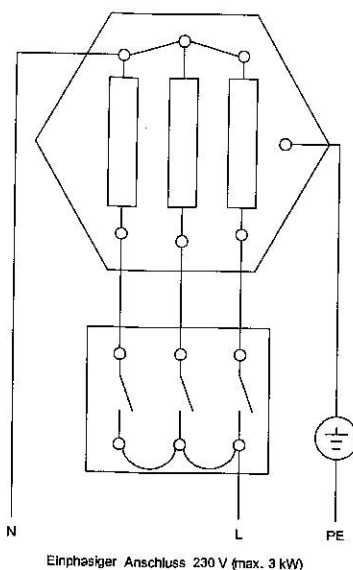

Bild 2
6. Die Einschraubheizkörper serienmäßig dreiphasig 3 - 400 Volt in Sternschaltung geschaltet und für Direktsteuerung ausgelegt. Der Sternpunkt darf nicht mit dem Schutzleiter verbunden sein. Bei Leistungen bis 3 kW ist auch ein einphasiger Anschluss mit Direktsteuerung für 230 Volt möglich, wobei der Heizkörper gemäß Bild 2 verschaltet werden muss. Hierzu ist die am Sternpunkt angebrachte Schraubklemme vorgesehen. Dies darf ausschließlich durch einen Elektrofachmann ausgeführt werden. Die Brücken sind an den Schraubklemmen des Reglers aus 1,5 mm² Kupfer herzustellen.